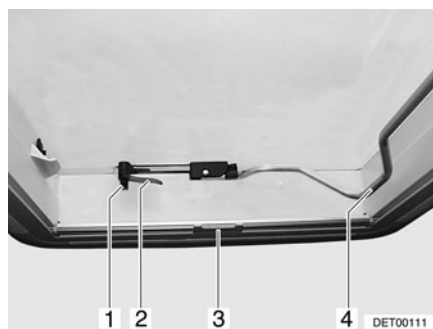
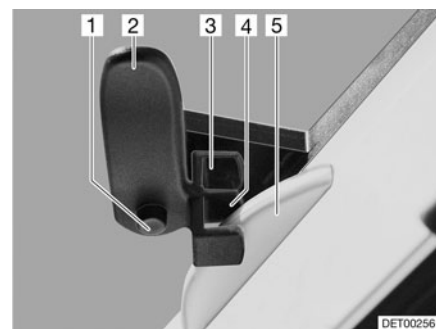

Fig. 53 Lanterneau Heki, fermé
Fig. 54 Lanterneau Heki en position de ventilation 1
Ouvrir : ■ Appuyer sur le bouton de sûreté (Fig. 53,1) et tourner d'un quart de tour vers l'intérieur le levier de verrouillage (Fig. 53,2).
■ Tirer l'étrier (Fig. 53,4) vers le bas, hors du dispositif de blocage.
Fermer : ■ Tirer l'étrier (Fig. 53,4) vers le bas, hors du dispositif de blocage.
■ Tourner le levier de verrouillage (Fig. 53,2 et Fig. 54,2) d'un quart de tour. Le nez du dispositif de verrouillage du toit (Fig. 54,5) doit s'enclencher dans la fourche de verrouillage (Fig. 54,3).
■ Enfoncer le bouton de sûreté (Fig. 54,1) et remettre le levier de verrouillage (Fig. 54,2) dans sa position initiale. Le nez du dispositif de verrouillage du toit (Fig. 54,5) doit s'enclencher dans la fourche de verrouillage (Fig. 54,4) inférieure.